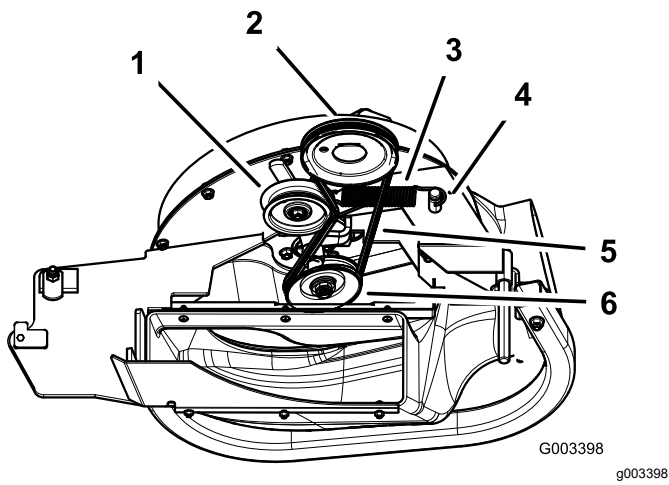

Figure 41
3. Tirez sur la poulie de tension rappelée par ressort pour détendre la courroie (Figure 41).
5. Montez la nouvelle courroie autour des poulies du ventilateur et de la poulie du plateau de coupe (Figure 41).
7. Tirez en arrière la poulie de tension rappelée par ressort et chaussez la courroie dessus (Figure 41).